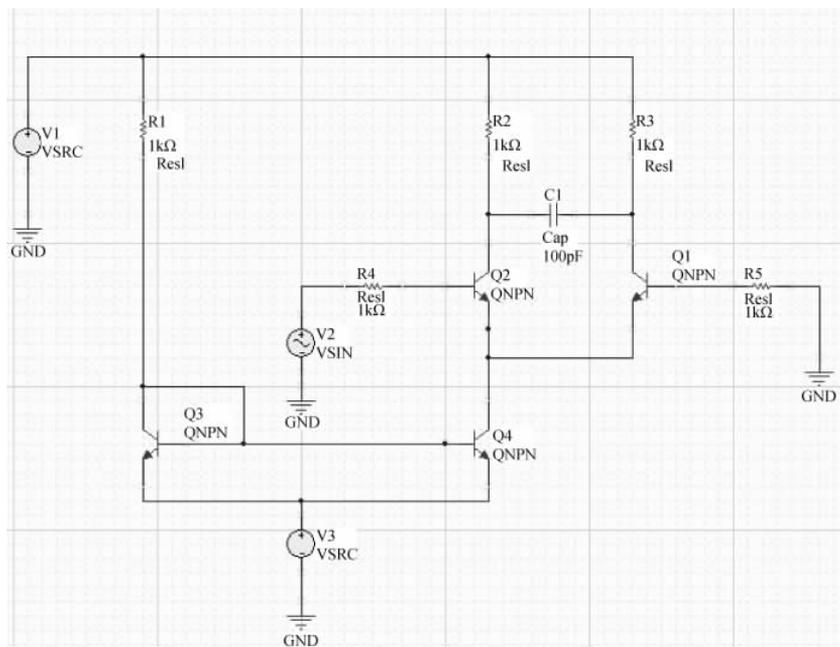

图 3-66 为电路元件和信号源分配唯一的标识符
(5) 按照前面所介绍的为元器件分配标识符的方法,为电路中的元器件和信号源分配唯一的标识符。图 3-66 给出分配完标识符后的原理图界面。